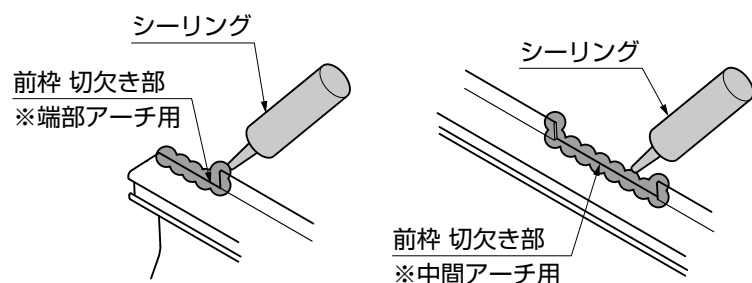

図4-9 シーリング箇所
①前枠の切欠き部に、シーリングをしてください。(図4-9参照)